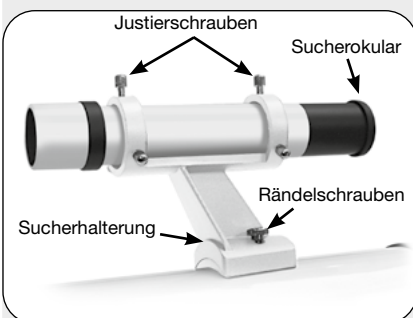

Abb. 9: Anbringen der Sucherhalterung am Optik-Tubus.
9. Anbringen des Sucherfernrohrs (Abb. 9): Das Sucherfernrohr liegt dem Paket bereits mit vormontierter Halterung bei. Entfernen Sie die Rändelschrauben vom Optik-Tubus und legen Sie diese beiseite. Setzen Sie die Sucherhalterung auf die zwei Gewindestifte und schrauben Sie die Rändelschrauben wieder auf.